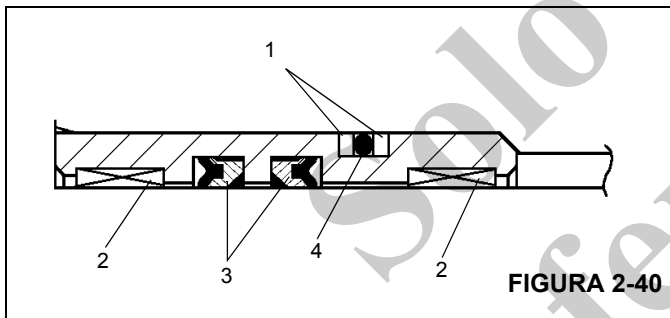

FIGURA 2-40
2. Instale el anillo "O" y anillos de respaldo en el exterior del retenedor de sellos y los sellos de varilla y anillos de desgaste en el interior del retenedor de sellos (Figura 2-40).